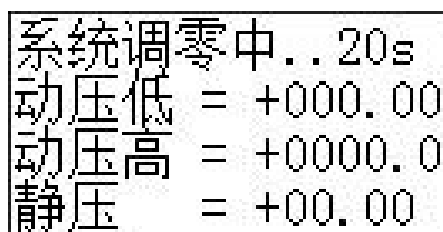

图 9 自动调零界面
将流速仪“+”，“-”接嘴悬空，选择“③自动调零”，按“OK”进入自动调零界面，在调零界面对压力传感器进行零点校准，调零结束后自动退出调零界面，如图 9。